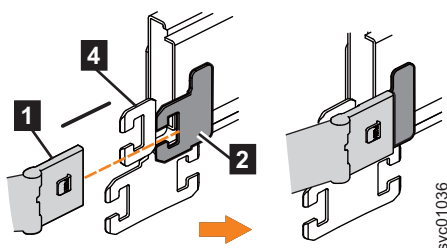

図 64. サポート・レールの内部メンバーへの上部 CMA の内部コネクターの取り付け
2. 図 64 に示すように、上部 CMA アセンブリーの内部コネクター (**1**) を、外部および内部のサポート・レールからの左サポート・レールの内部メンバー (**2**) に取り付けます。